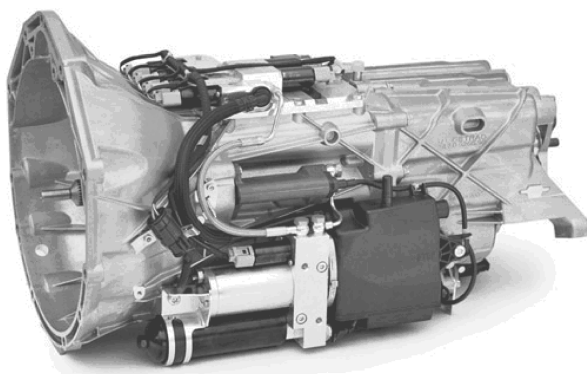

图 1-20 SMG 变速器外形
(1) 定义 宝马 SMG 变速器 (英文为 Sequential Manual Gearbox) 称为顺序式半自动变速器。其换档控制模式有 S (手动) 模式和 A (自动) 模式两种，在驾驶过程中两种模式可以随时切换。
(2) SMG 变速器的结构 SMG 变速器是由一台普通的齿轮变速器、一套自动换档机构和电子离合器所组成，其外形如图 1-20 所示。